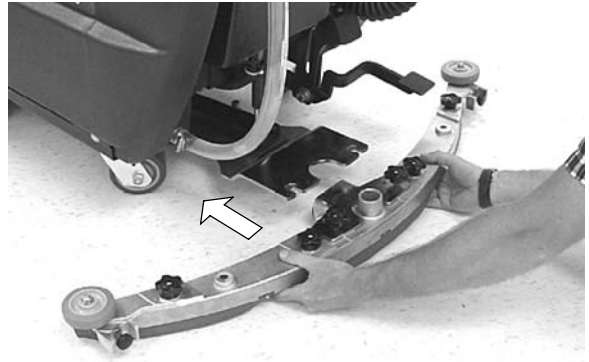

FIG. 5
- Desserrez les deux molettes qui se trouvent sur racloir et faites glisser le racloir dans les fentes situées à l'arrière de la bride de fixation du racloir. (Figure 5).